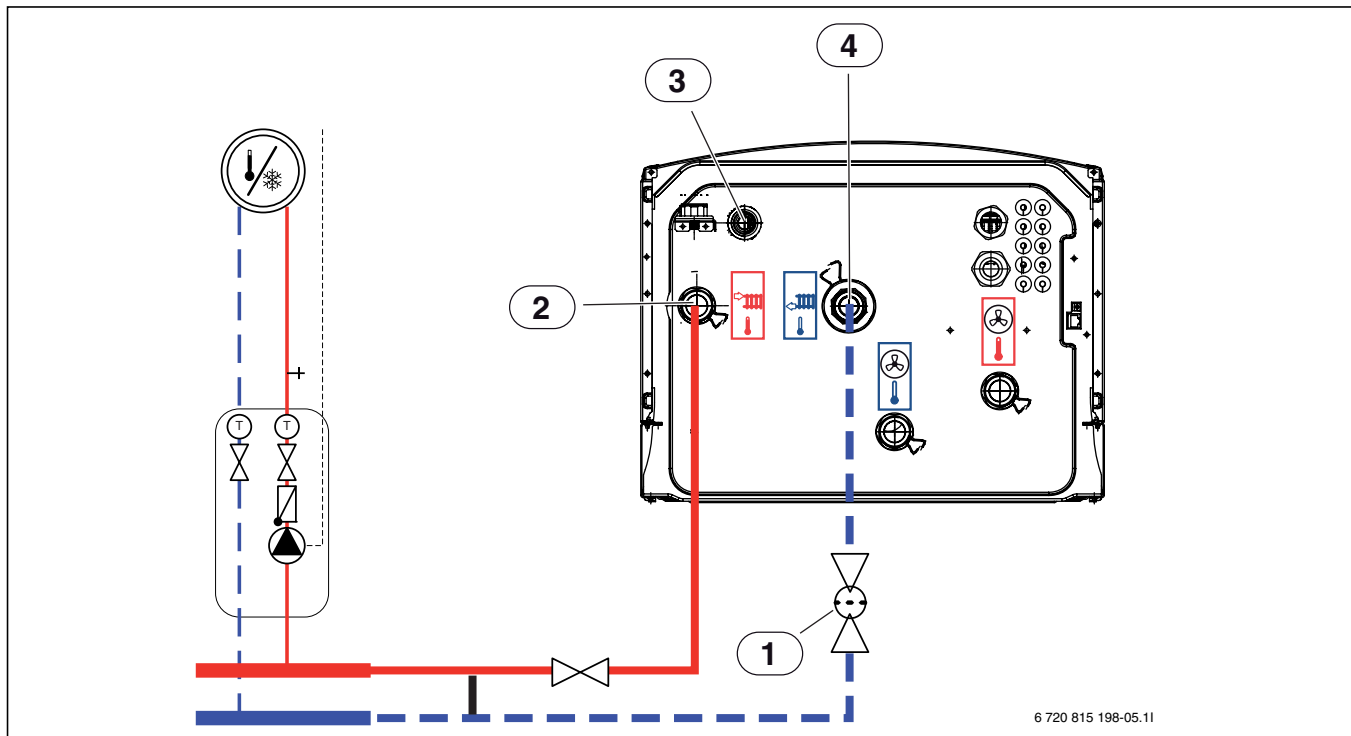

Bild 40 Anschluss des Inneneinheits mit elektrischem Zuheiz IDU E an Wärmepumpe und Heizungsanlage
- ▶ Ableitung Überdruckventil von [3], Abb. 40, nach unten in einen frostfreien Ablauf verlegen.
- ▶ Rücklauf von der Heizungsanlage an [4] anschließen, Abb. 40.
- ▶ Vorlauf zur Heizungsanlage an [2] anschließen, Abb. 40.